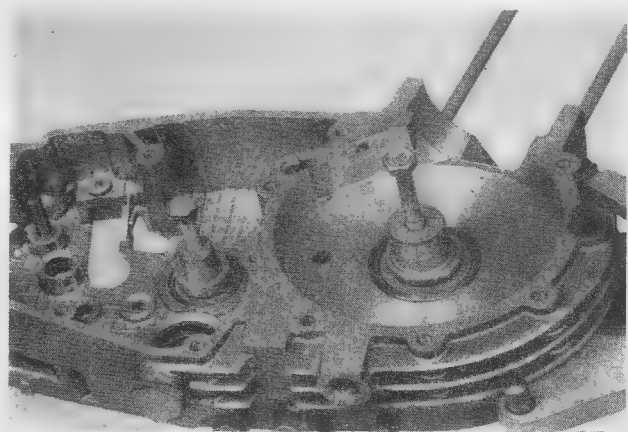

Bild 167. Innenlaufringe aufheizen
- Die Innenlaufringe der bereits im Gehäuse befindlichen Lager 6204 mit Heizdorn (1 im Bild 167) aufwärmen.